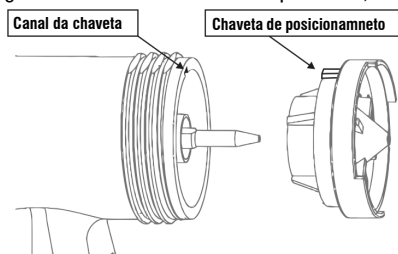

Fig. 9 – Montagem da capa de ar
- Para remontar a capa de ar deve-se encaixar a chaveta de posicionamento no seu encaixe, conforme Fig. 9. Remonte os demais componentes;